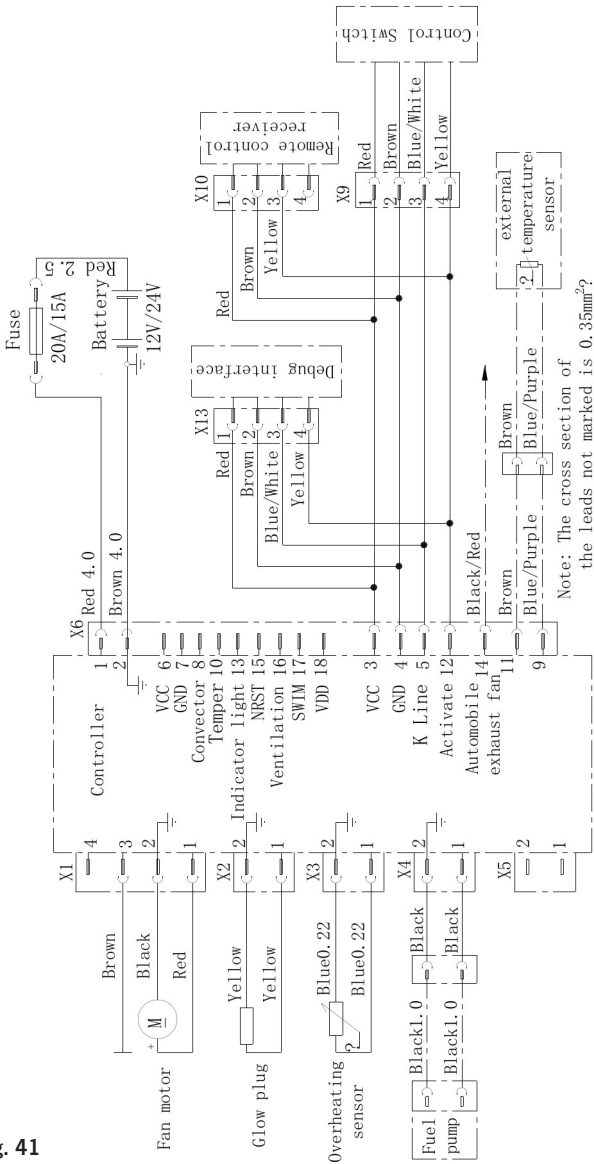

Fig. 41
- Die elektrischen Anschlußpläne für die Heizgeräte finden Sie in Fig. 41 S. 52 und Fig. 42 S.53